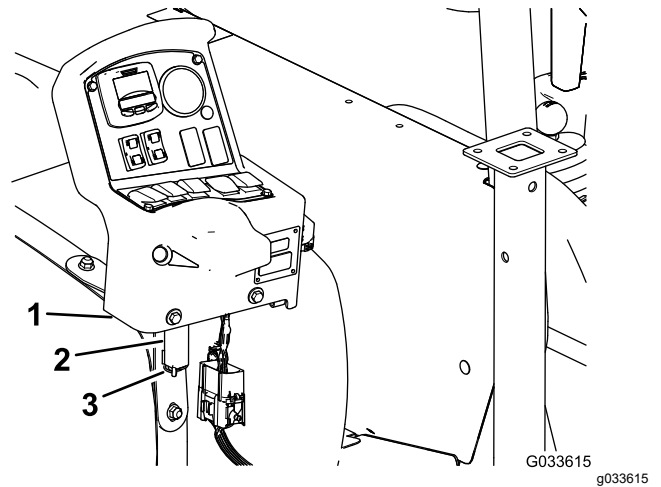

Figura 98
7. Demontai consola de pe suportul de montare a consolei de la bordul mâinii și aliniați fusul de basculare de la consola de comandă cu suportul de depozitare de la chinga frontală a rezervorului (Figura 98); consultai Montarea consolei de comandă la mână \(Pagină 19\).
8. Asamblai consola pe suport și fixează fusul de basculare pe suport cu tiftul în formă de agrafă (Figura 98).